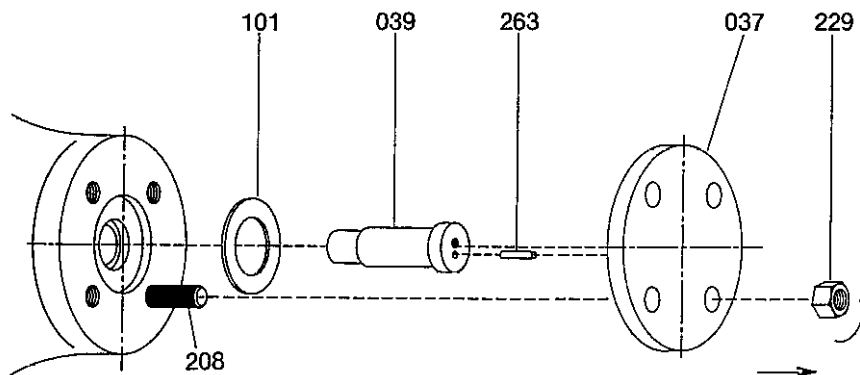

Fig. 8
5.1.2.3 — BLIND FLANGE COVER (Fig. 8)